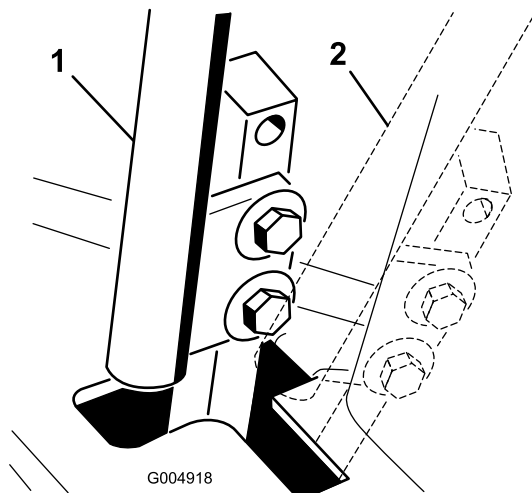

図 64
4. レバーのうちの1本をニュートラル位置にセットするがロックはしない (図 64)。
6. コントロール・レバーと、コンソールのノッチとの位置関係を見る(図 64)。レバーがノッチの中心に整列しており、レバーを外側に倒せばニュートラル固定位置にセットされる状態であれば適切である。